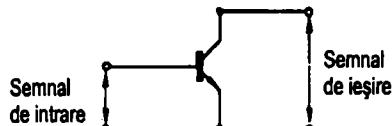

Figura 21.4 Configurația emitor comun (EC)
1. Configurația cu **emitor comun** (EC), în care semnalul de intrare este introdus pe juncțiunea bază-emitor, în timp ce ieșirea este luată între colector și emitor (figura 21.4). Aceasta este configurația cea mai folosită, datorită flexibilității sale și datorită amplificării mari.